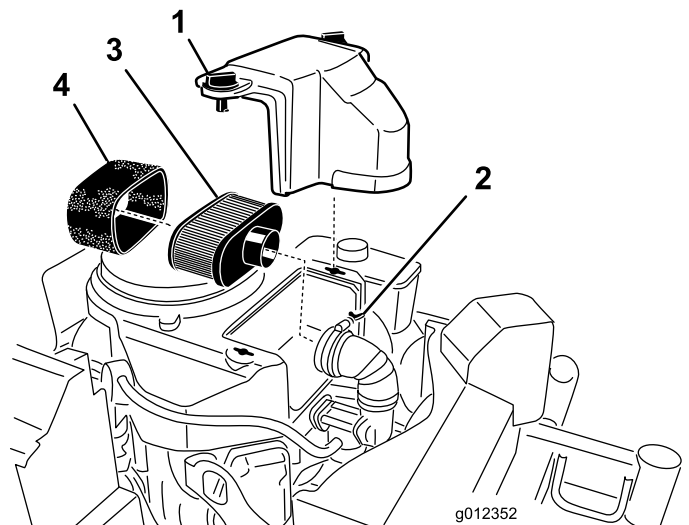

Figure 29
3. Nettoyez la surface autour du filtre à air pour éviter que des impuretés n'endommagent le moteur en tombant à l'intérieur (Figure 29).
4. Dévissez les boutons du couvercle et déposez le couvercle du filtre à air (Figure 29).
5. Dévissez le collier et déposez l'ensemble filtre à air (Figure 29).
- Sortez délicatement l'élément en mousse de l'élément en papier (Figure 29).
- Ne nettoyez pas l'élément en papier, remplacez-le (Figure 29).
- Glissez délicatement l'élément en mousse sur l'élément en papier (Figure 29).
- Posez l'ensemble filtre à air sur sa base et fixez-le en place avec les 2 écrous à oreilles (Figure 29).
- Mettez le couvercle du filtre en place et serrez le bouton (Figure 29).